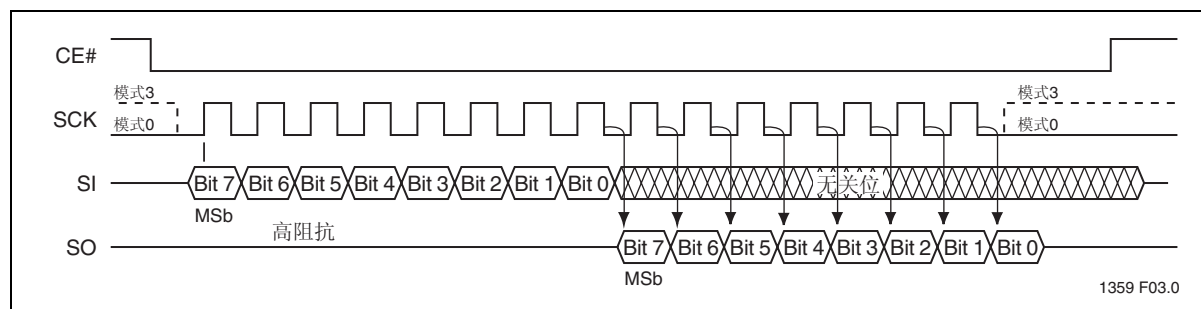
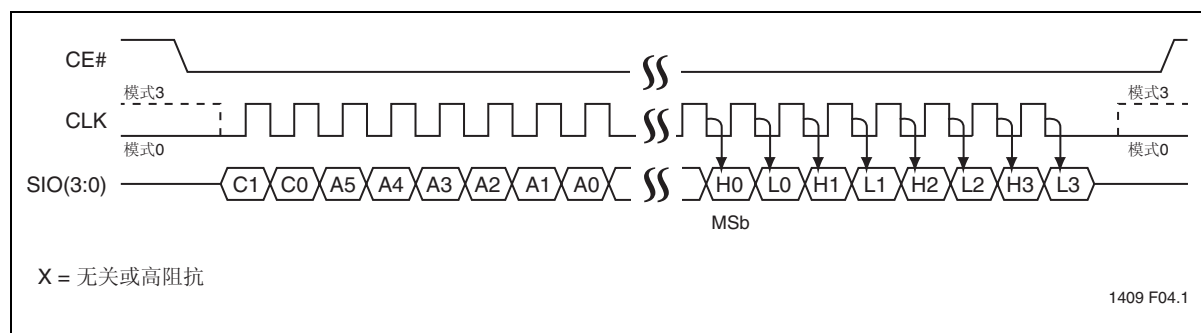

图 4: SPI 协议 (传统的 25 串行 SPI 器件)
图 5: SQI 串行四 I/O 协议
SQI 闪存协议支持模式 0 (0,0) 和模式 3 (1,1) 总线操作。如图 4 和 5 所示, 两种模式之间的差异在于当总线主器件处于待机模式并且没有数据传送时的 SCK 信号状态。SCK 信号在模式 0 时为低电平, 在模式 3 时为高电平。对于这两种模式, 串行数据 I/O (SIO[3:0]) 作为输入时在 SCK 时钟信号的上升沿被采样, 作为输出时在 SCK 时钟信号的下降沿之后被驱动。传统的 SPI 协议使用独立的输入 (SI) 和输出 (SO) 数据信号, 如图 4 所示。SST26VF016/032 使用 4 个复用信号 SIO[3:0] 用于数据输入和数据输出, 如图 5 所示。这使得同一时钟频率下的传送速度变为传统总线传送速度的 4 倍, 而无需在封装上增加引脚。